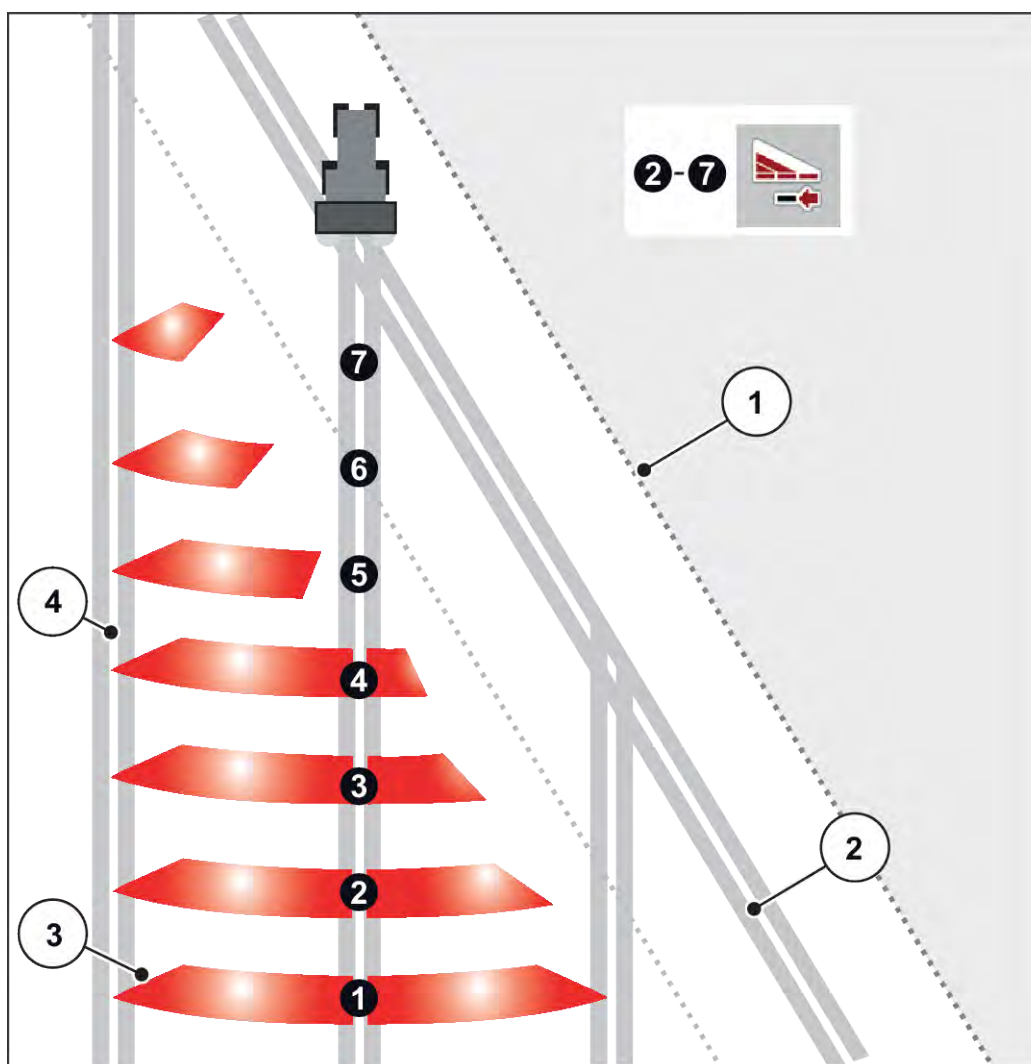

Fig. 46: Comandă automată a lățimii parțiale
- Comutarea lățimii parțiale este posibilă dinspre exterior spre interior sau din interior spre exterior. Consultați Fig. 46 Comandă automată a lățimii parțiale.